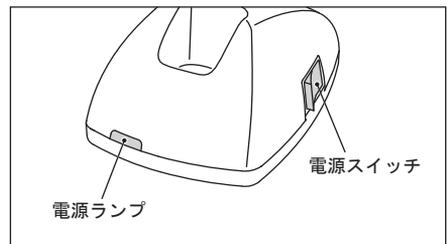

図 2
- 3) 電源スイッチを ON にします。このとき、電源ランプが点灯することを確認します。(図 2)